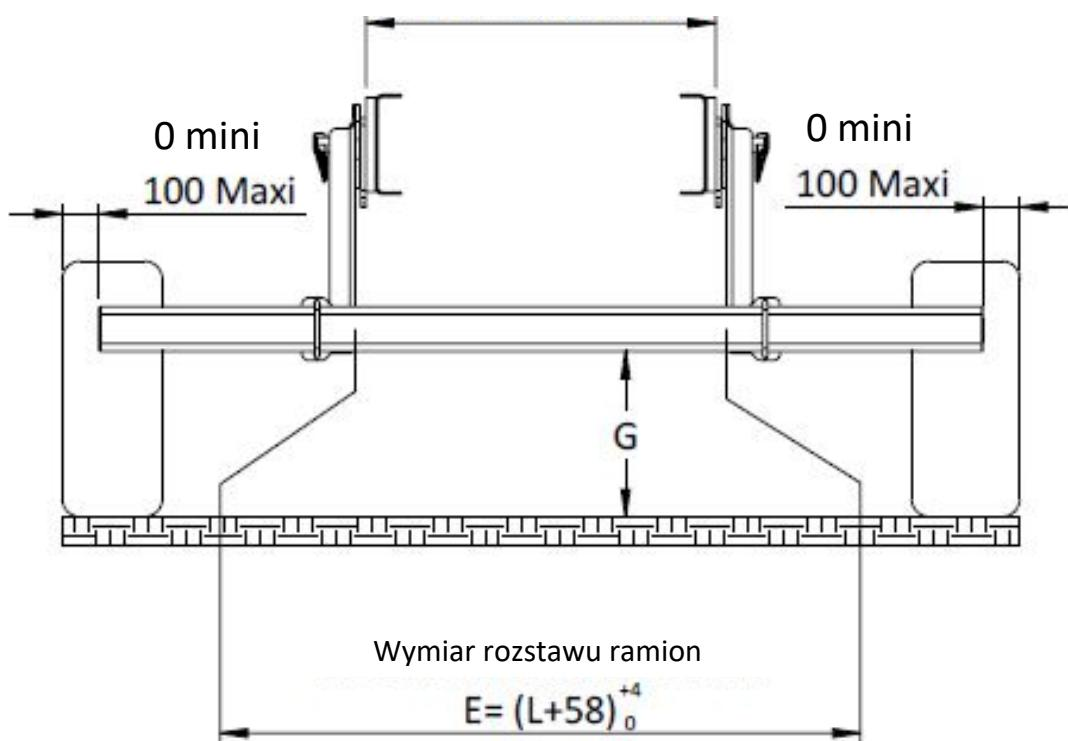

Rysunek 1
- o Zawieszenie hydrauliczne, hydropneumatyczne:  $G \leq 450 \text{ mm}$  (patrz rysunek 1) lub kąt zejścia poniżej  $8^\circ$  przy maksymalnej wartości 550 mm.
- o Inne zawieszenia:  $G \leq 550 \text{ mm}$  (patrz rysunek 1) lub kąt zejścia poniżej  $8^\circ$  przy maksymalnej wartości 500 mm.
Ułożenie belki przeciwajazdowej powinno zapewnić uzyskanie wymiaru  $G \leq 550$  (patrz rysunek 1).
- W warunkach manewrowych, kąt obrotu powinien umożliwić osiągnięcie  $90^\circ$  z każdej strony płaszczyzny wzdłużnej pojazdu ciągnącego, natomiast kąt nachylenia powinien się zmieniać w zakresie od  $0^\circ$  do  $6^\circ$  (patrz rys. 1).